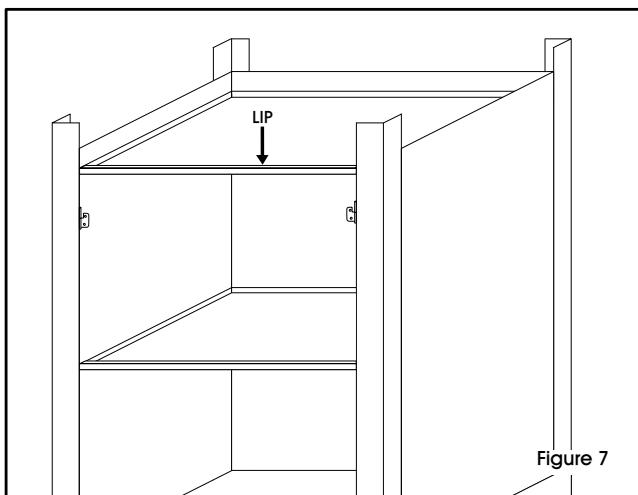

Figure 7
5. Install bottom shelf with 9 large nuts and 9 large bolts. Lip must face towards front of desk. (See Figure 7)
Installez la tablette inférieure en utilisant 9 grands écrous et 9 grands boulons. La bordure doit faire face au devant du pupitre. (Voir la figure 7)